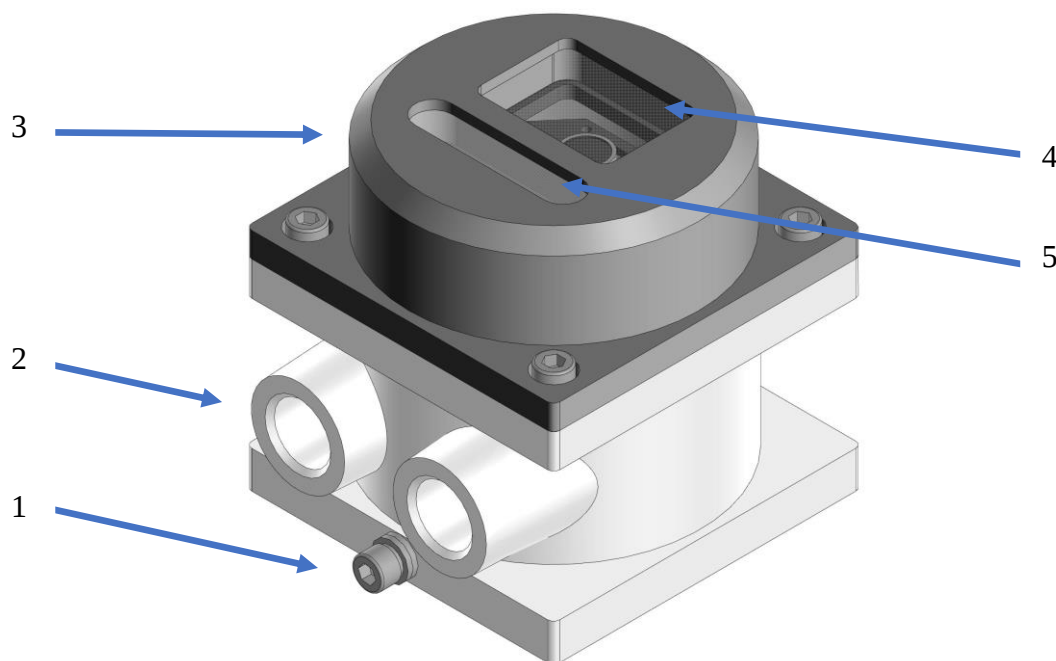

Рисунок 1 – Внешний вид видеокамеры АйТек ПРО A5-Exd
- Открутить винт основания кронштейна и отсоединить от видеокамеры, рис. 1;